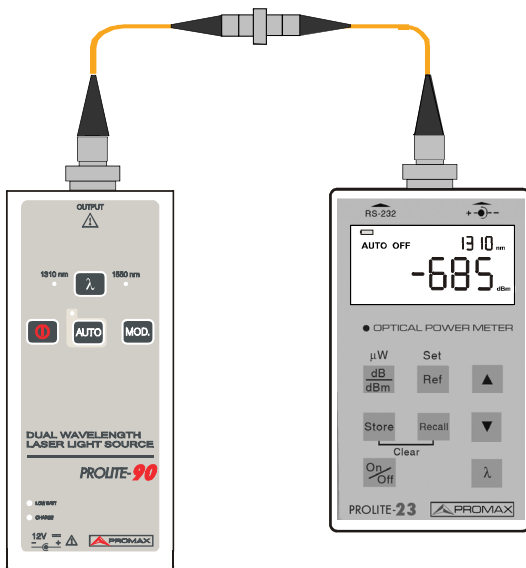

Figura 13.- Comprobación de pérdidas de inserción del conector.
1. Si los usuarios desean hacer un uso completo de las funciones de medida del equipo (fuente láser y medidor de potencia), entonces la comprobación de la potencia de salida de la fuente láser conectada al cable de conexión óptica debe realizarse antes de la comprobación del enlace. Entonces, se debe conectar la fuente láser y el medidor de potencia con el cable de conexión óptica ya verificado, tal como se indica en la figura 13. El valor de la potencia se muestra en el **PROLITE-23** (Anotar este valor de potencia como P1).